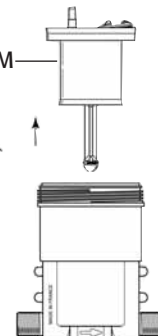

Fig. 21
- Trek de zuigermotor naar boven uit het huis (Fig. 21-M).